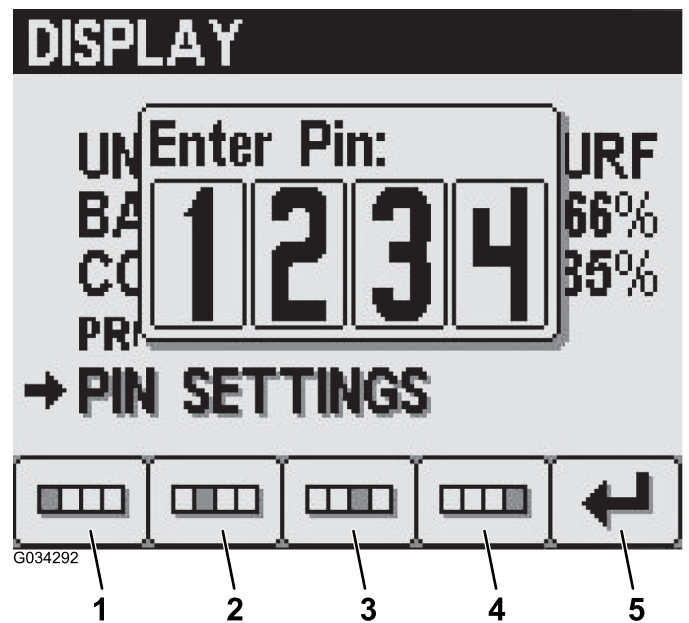

Figura 15
2. Introduzca su PIN con los botones 1 a 4 y pulse el botón 5 cuando haya finalizado el PIN (Figura 15).
4. Introduzca su PIN anterior con los botones 1 a 4 y pulse el botón 5 cuando haya finalizado el PIN (Figura 15).